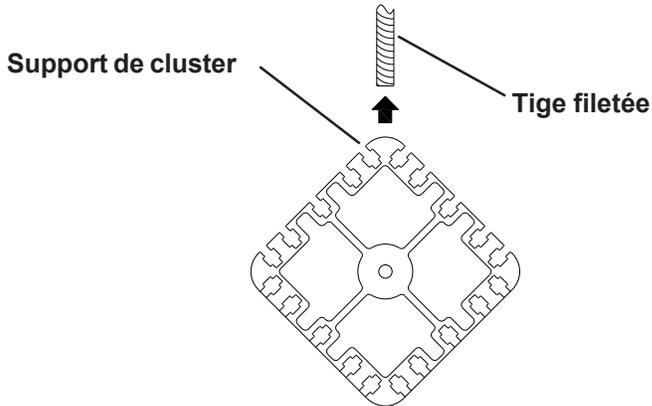

Figure 7a:
1. Mettre un frein filet non permanent comme de la Loctite 242, sur la tige filetée 3/8" et enfiler le support de cluster sur la tige en utilisant le trou à l'angle. Laisser approximativement 4 cm de tige filetée à l'intérieur du support de cluster (Figure 7a).